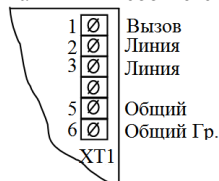

Рисунок 1 – Расположение контактов на клеммной колодке ПУ.У
– произвести подключение концов линейного кабеля к клеммной колодке согласно надписям под колодкой и на внутренней части крышки (см. рисунок 1);